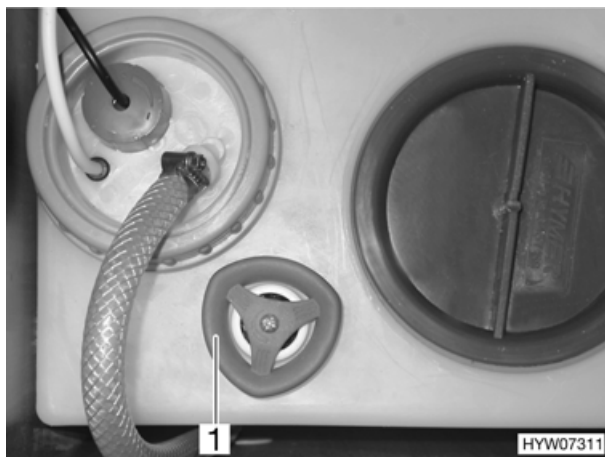

Fig. 58 Serbatoio dell'acqua potabile, maniglia girevole
- Sul serbatoio dell'acqua potabile ruotare la maniglia girevole (Fig. 58,1) in senso orario, per chiudere l'apertura di scarico.
- Girare la maniglia girevole (Fig. 58,1) sul serbatoio dell'acqua potabile in senso antiorario.